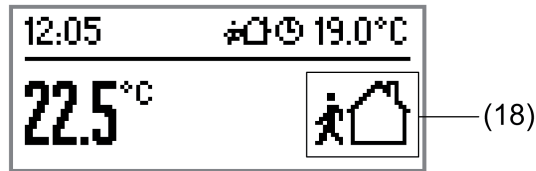
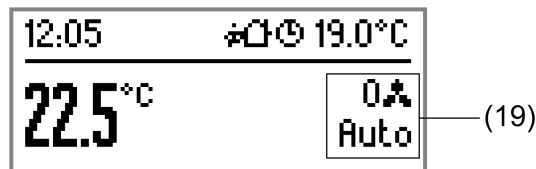

Bild 52: Beispiel einer 2-Bereichs-Anzeige mit Raumtemperatur in der Menüfläche und großem Betriebsmodus-Symbol
Bild 53: Beispiel einer 2-Bereichs-Anzeige mit Raumtemperatur in der Menüfläche und Lüfterstufenanzeige
Rechtsbündig in der Menüfläche wird im Normalfall der Reglerbetriebsmodus in Form eines großen Symbols (18) signalisiert (Bild 52), sofern der integrierte Regler oder die Reglernebenstelle aktiviert ist. Alternativ zum Betriebsmodus-Symbol kann an dieser Stelle die Lüfterstufe und die Lüfterbetriebsart (19) eines Gebläsekonvektors angezeigt werden (Bild 53). Dazu muss die manuelle Lüftersteuerung freigeschaltet sein (siehe Seite 204-205).